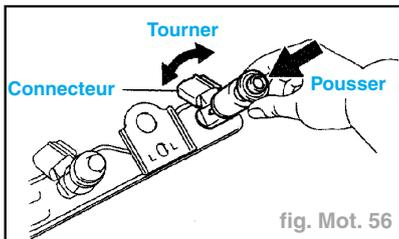

fig. Mot. 56
- Enfoncer chaque injecteur dans sa rampe distributrice en le tournant vers la droite et vers la gauche. Reposer les 4 injecteurs (fig. Mot. 56).